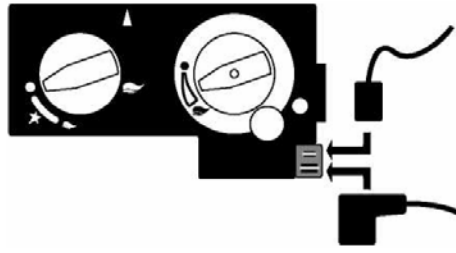

Fig. 20
- 3) Sluit het ontvangstkastje aan op het regelblok (zie fig. 20) m.b.v. de stekkertjes.